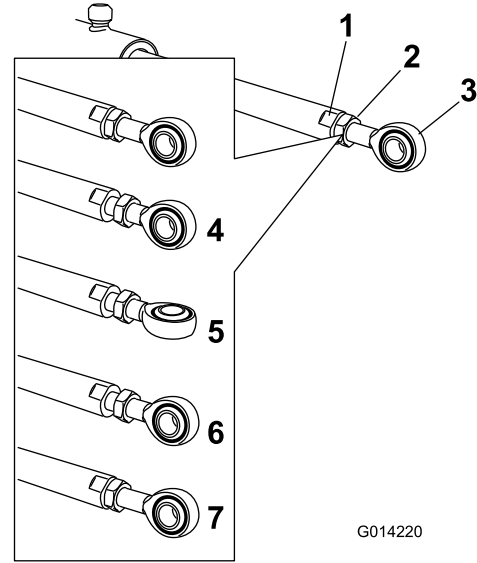

图14
5. 在提升器杆的平整侧面用扳手进行固定，然后松开锁紧螺母，使孔眼杆可以调整（图14）。
6. 转动提升器杆上的孔眼杆，将延伸的提升器缩短或延长至所需的位置（图14）。